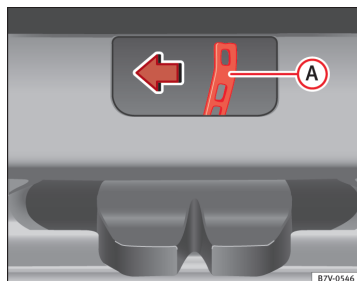

Fig. 194 Fra bagagerummet: nødoplåsning af bagklap
- Tryk oplåsningsarmen ⇒ Fig. 194 A i pilens retning for at låse bagklappen op.